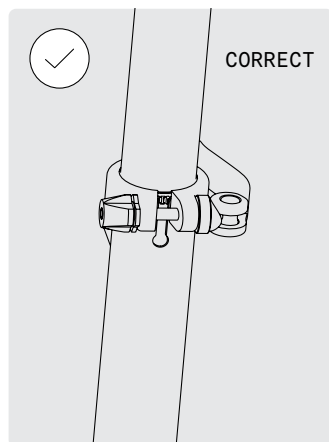

FIG. 34
- Veillez à ne pas extraire la tige de selle du tube de selle au-delà des repères MIN/MAX (Fig. 34, 35).